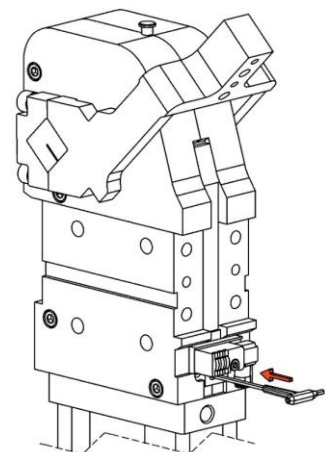

Imagen 3
- Introducir una llave de Ø máx. 5 mm en el orificio y empujar el resorte aplicando una fuerza  $\geq 200\text{N}$ ; (imagen 3)